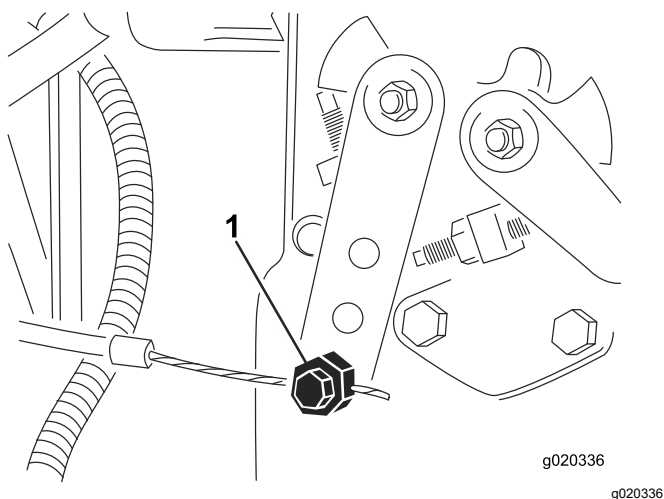

Figura 78
2. Desaperte o conector do cabo do regulador no braço da alavanca da bomba de injeção (Figura 78).